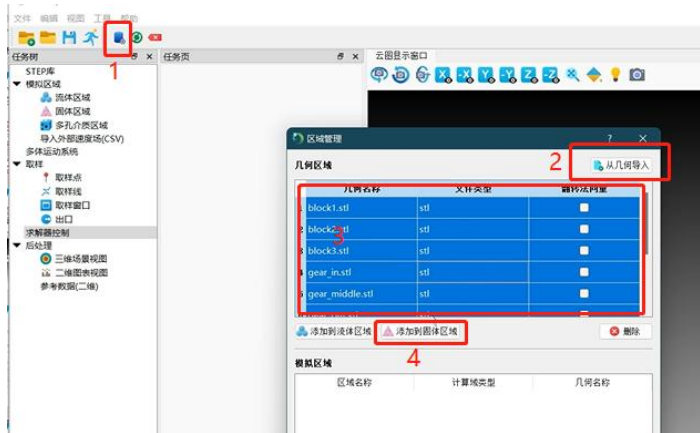

图1
Step4: 导入后全选部件，点击“添加到固体域”（如下图1）；